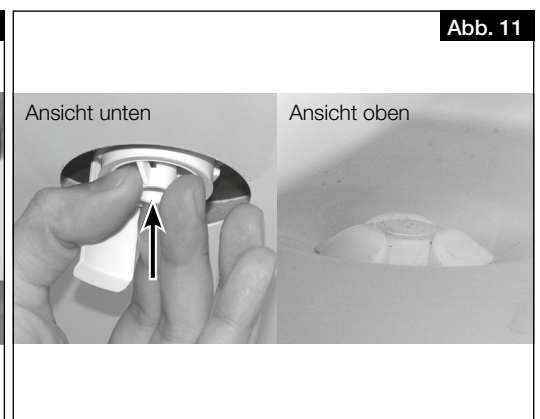

Abb. 11
2. Befestigungsteil von unten in die Öffnung der Bodenwanne stecken, bis die Krallen an der Blechkante der Bodenplatte einrasten (s. Abb. 11).